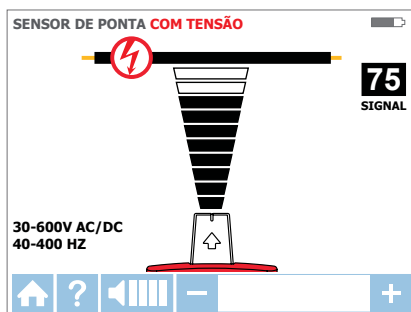

Figura 3.1g: O visor do recetor exibe um sinal detetado no modo de SENSOR DE PONTA com eletricidade
4. Procure a área alvo com o Sensor de ponta para encontrar o nível de sinal mais elevado (Figura 3.1g). Durante a localização, ajuste periodicamente a sensibilidade para manter a intensidade do sinal próxima dos 75. Aumente ou diminua a sensibilidade premindo os botões + ou - no teclado. Se o sinal for demasiado forte para localizar com precisão, mude o transmissor para modo BAIXO.